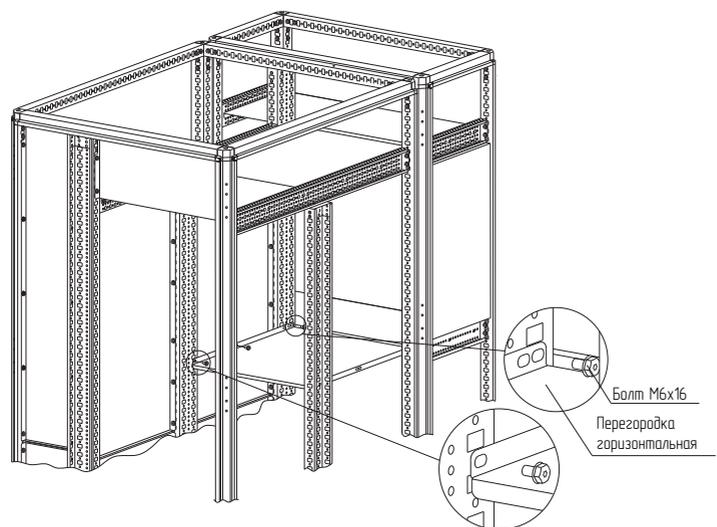

Рисунок 59
– вариант 3. Расположить перегородку горизонтальную для распределительных шин между стойками дополнительными вертикальными на нужной высоте каркаса и закрепите болтами М6×16 (рисунок 59). Момент затяжки – 7 Н·м. Болты приобрести отдельно.